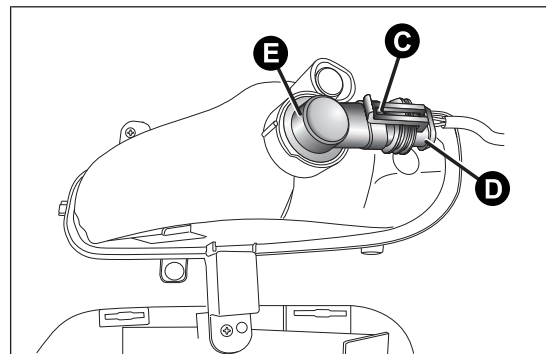

fig. 120
- ☐ actuar en la ballestilla C fig. 120 y soltar el conector eléctrico D;